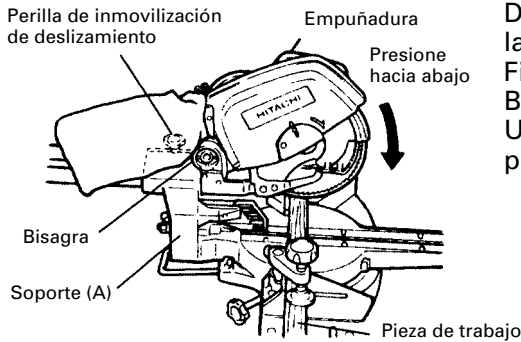

Fig. 21
Deslice la bisagra hacia abajo hasta el soporte (A), y después apriete la perilla de inmovilización de deslizamiento como se indica en la Fig. 21.